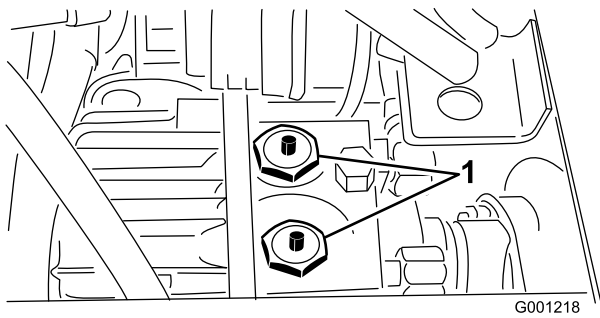

Figure 33
2. Appuyez sur les goupilles et maintenez-les enfoncées au centre des 2 clapets antiretour en haut de la transmission (Figure 33) pendant que vous poussez ou remorquez la machine. Le siège et sa plaque de montage sont déposés sur Figure 33.